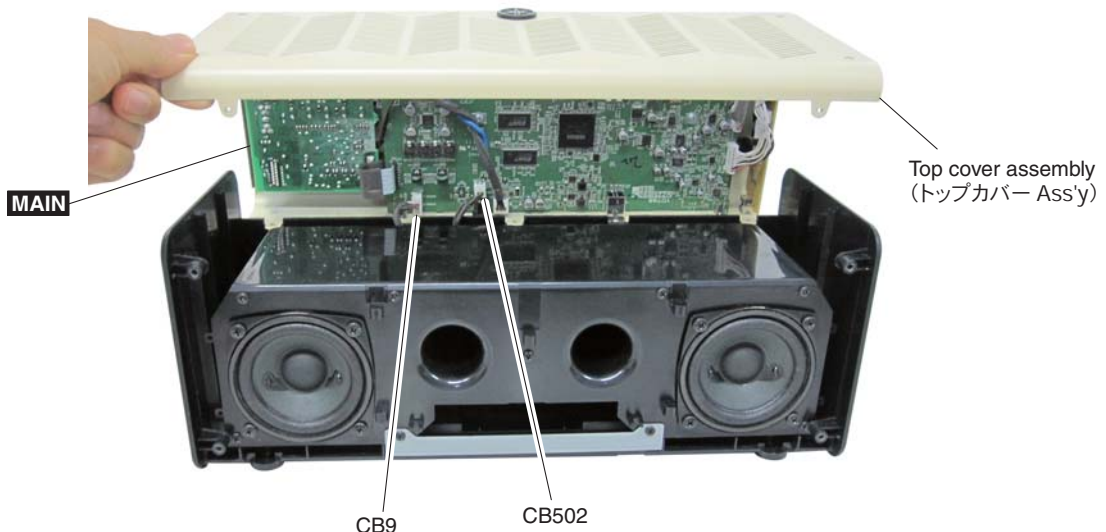

Fig. 2 (図 2)
- 1-2 Lift the top cover front lower side after pulling it toward you. Disconnect the two (2) connector assemblies from CB9 and CB502 on the MAIN circuit board. The top cover assembly can then be removed. (Fig. 2)
- 1-2 トップカバーのフロント下側を手前に引いてから持ち上げます。MAIN シートの CB9、CB502 から 2 つの束線を外し、トップカバー Ass'y を外します。(図 2)